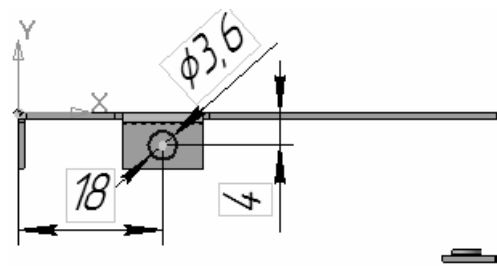

Рис. 7.28. Эскиз отверстия в сгибе №3
28. Эскиз отверстия в сгибе №3 представлен на рис. 7.28.